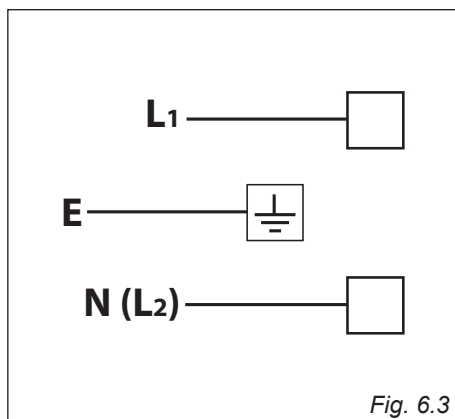

Fig. 6.3
- Tilkoble fase, null og jord som vist på tilslutningsdiagrammet Fig. 6.3.